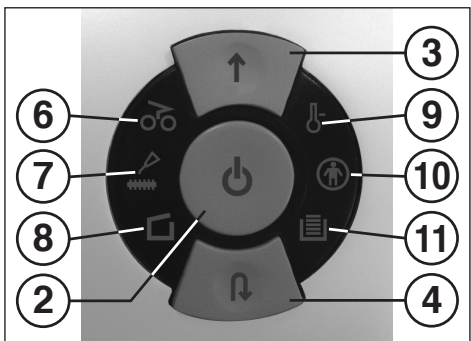

Fig. 1
- 4 = **Bakåtknapp (Fig. 1)**
"Materialstockning" (Fig. 1)
"Smörj skärverket" (Fig. 1)
"Kärl saknas" (Fig. 1)
"Motoröverbelastning" (Fig. 1)
"Användarspärren aktiverad" (Fig. 1)
"Kärl fullt" (Fig. 1)